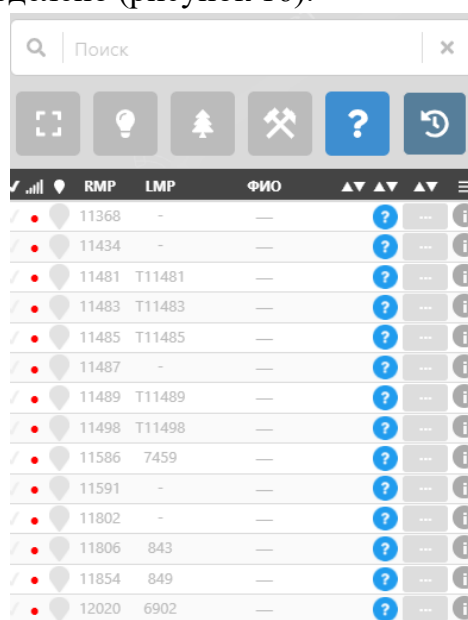

Рисунок 16 - Фильтрация сотрудников по местоположению.
2.7.4.2. В качестве примера продемонстрирована фильтрация сотрудников, положение которых не определено (рисунок 16).